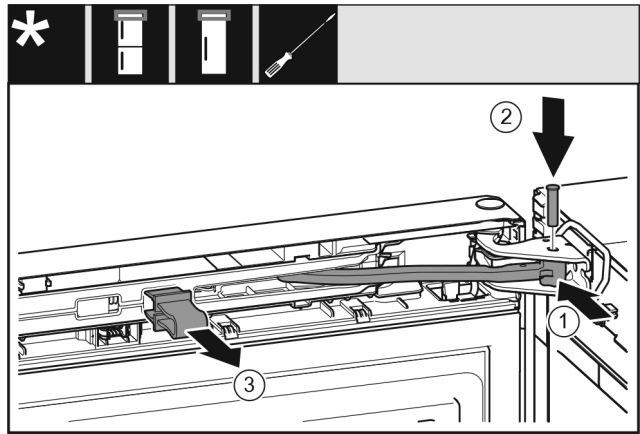

Fig. 48
- ▶ Поверніть шарнір в опорному кронштейні. Fig. 48 (1)
- ▶ Встановіть гвинт в опорний кронштейн та шарнір. При цьому виступ фіксатора повинен займати правильне положення в пазу. Fig. 48 (2)
- ▶ Зніміть запобіжник. Fig. 48 (3)